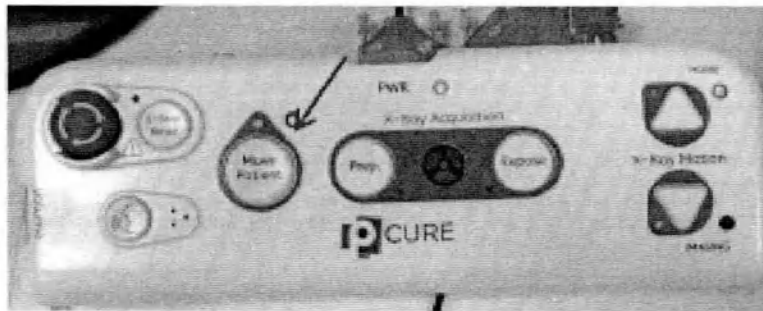

Рисунок 235. Включение коррекции позиционирования
18. Для включения коррекции позиционирования нажмите кнопку «Move patient» («Переместить пациента») (см. рисунок 235 ниже) на главной панели управления.